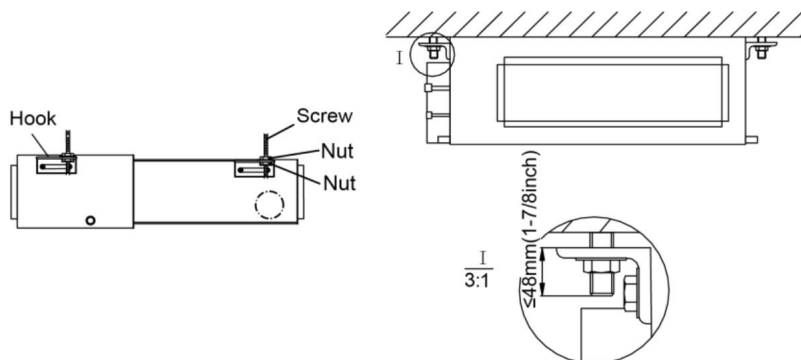

Рис.4.5
- (4). Просуньте підвіси блоку через болти, встановлені на стелі, та встановіть блок за допомогою спеціальної гайки (рис. 4.5).